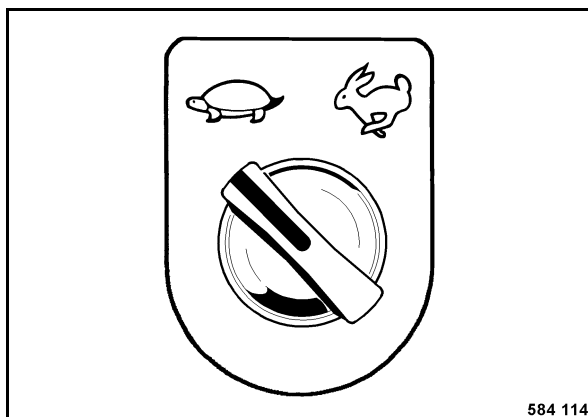

Fig. 45
- Preseleccionar el nivel de marcha deseada (Fig. 45).